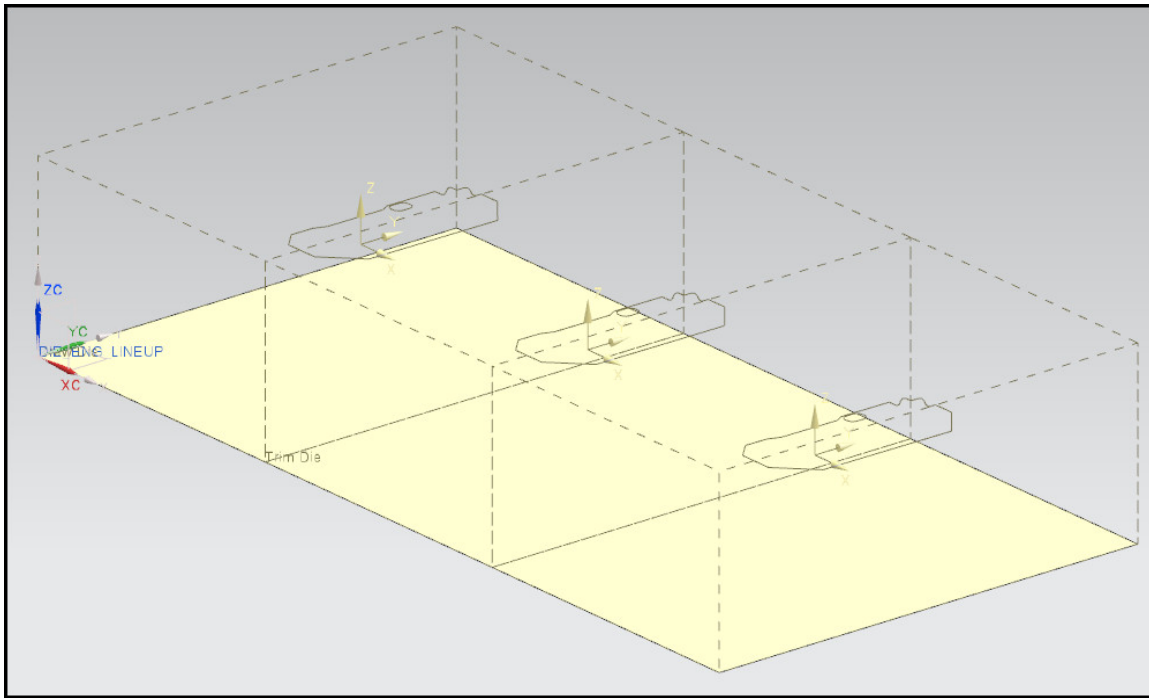

Рис. 7.9. Предварительная компоновка
- Создайте еще две операции штамповки, задайте им тип **Trim Die** (разделительные операции). Предварительная компоновка представлена на рис. 7.9.